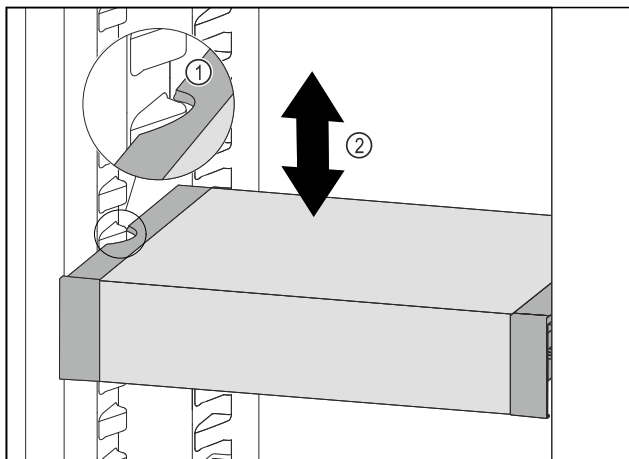

Fig. 155
- ▶ Тяните VarioSafe вперед, пока боковые выемки VarioSafe не окажутся на высоте выступа резервуара в холодильном отделении. Fig. 155 (1)
- ▶ Двигайте VarioSafe в холодильном отделении вверх или вниз, пока не будет достигнута требуемая высота. Fig. 155 (2)